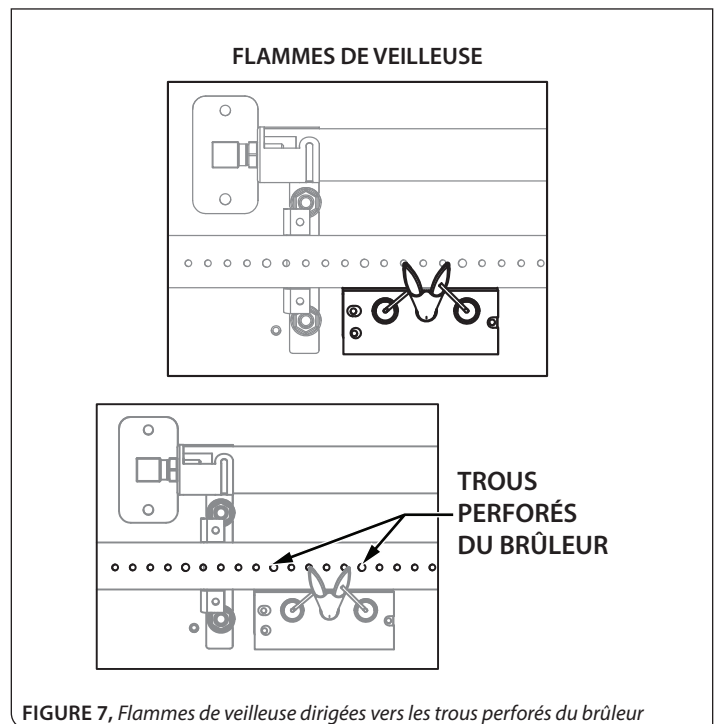

FIGURE 7, Flammes de veilleuse dirigées vers les trous perforés du brûleur
- Step 1: Light the pilot. Visually check the pilot flame to verify flame envelops the top of the flame sensor and extends far enough onto the burner for proper ignition. See **FIGURE 7**.
Étape 1: Allumez la veilleuse. Vérifiez visuellement que les flammes de la veilleuse enveloppent le haut du détecteur de flamme et se prolongent sur le brûleur assez loin, pour assurer un allumage adéquat. Voir la FIGURE 7.